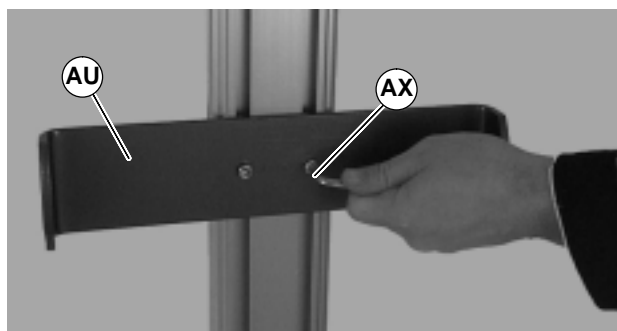

Figure 36
3. Verstrebungsträger (AU siehe Abbildung 36) mit M6-Schrauben (AX) befestigen. Die Schrauben mit 9 Nm festziehen.